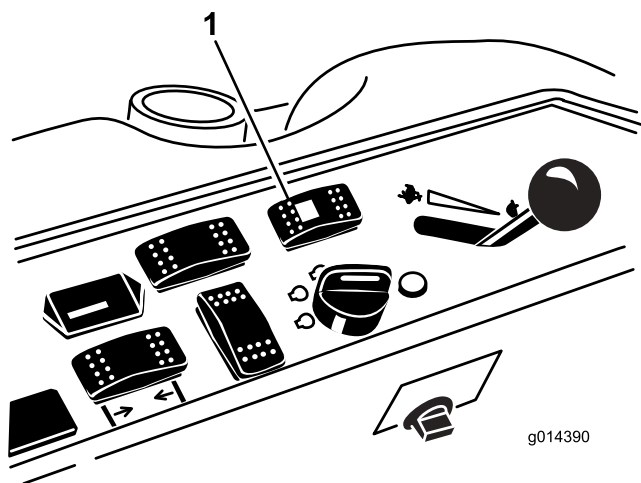

Figura 44
1. Premete la parte posteriore dell'interruttore di selezione della sterzata (sterzata a quattro ruote) (Figura 44).